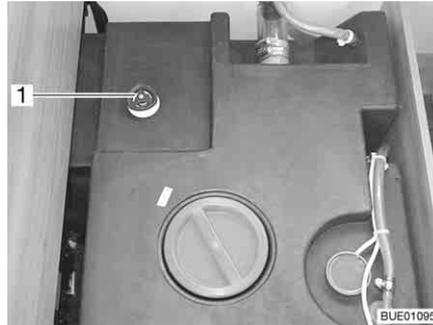

Fig. 227 Depósito de agua con tirador giratorio
- Girar el tirador giratorio (Fig. 227, 1) del depósito de agua en sentido contrario a las agujas del reloj sobrepasando la resistencia, para abrir el orificio de salida completamente.